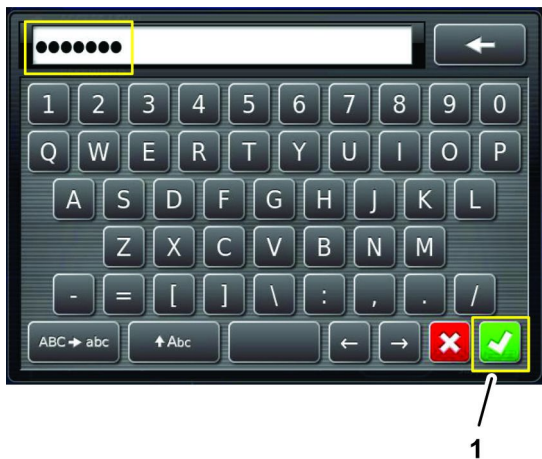

Figure 207
6. Avec le clavier virtuel, saisissez le mot de passe que vous avez reçu à l'étape 1, et appuyez sur l'icône de confirmation (Figure 207).